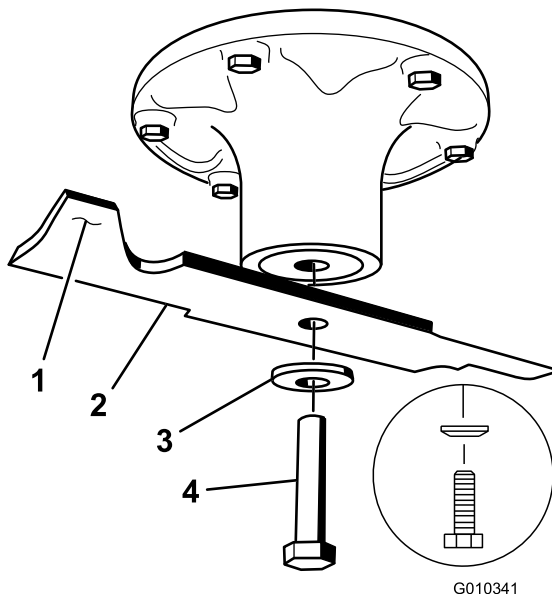

Рисунок 69
- Отверните болт ножа, снимите изогнутую шайбу и нож с вала шпинделя (Рисунок 69).
1. Установите нож на шпindelь (Рисунок 69).
2. Установите изогнутую шайбу (чашеобразной стороной в сторону ножа) и болт ножа (Рисунок 69).